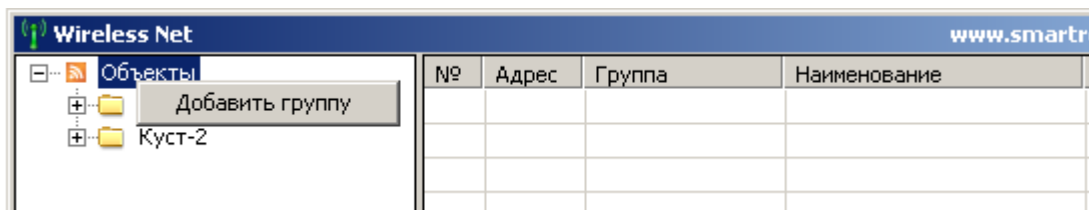

Рисунок 6 – добавление группы
5.3.2 В левой колонке щелчком правой кнопки мышки по элементу «Объекты» вызвать контекстное меню и выбрать пункт «создать группу». Аналогичным образом добавить желаемое количество групп (рис. 6).